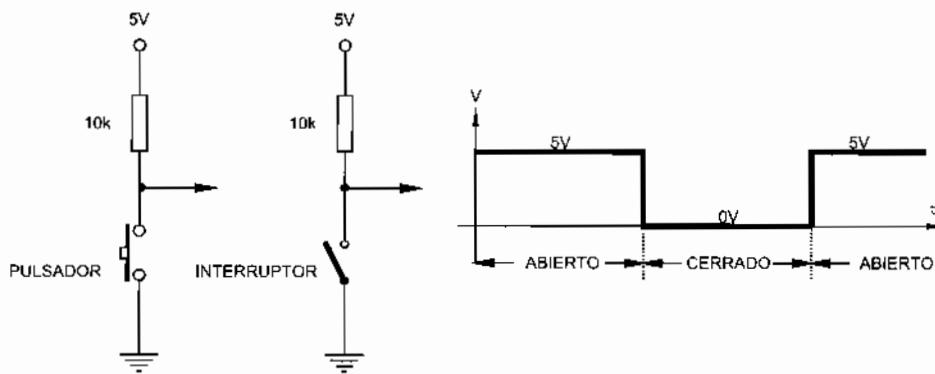

Figura 2-3 Niveles de tensión ideales en bornes de un interruptor, pulsador, etc.
La lectura del estado de interruptores y pulsadores es muy simple, basta con conectar estos dispositivos entre una entrada y masa, tal como se indica en la figura 2-3 y forzar la entrada a un nivel lógico alto (5 V) mediante una resistencia de Pull-Up de unos 10 k.
- Cuando se aplica una tensión  $V_{IN}$ , circula una corriente por el LED del optoacoplador emitiendo un haz de luz que incide sobre el transistor y lo satura. En este caso a la entrada del microcontrolador se aplica un nivel bajo, igual que cuando estaba cerrado el interruptor de la figura 2-3.
- Cuando no se aplica tensión alguna el LED está apagado bloqueando el transistor. En la entrada se aplica un nivel alto igual que cuando estaba abierto el interruptor del circuito de la figura 2-3.